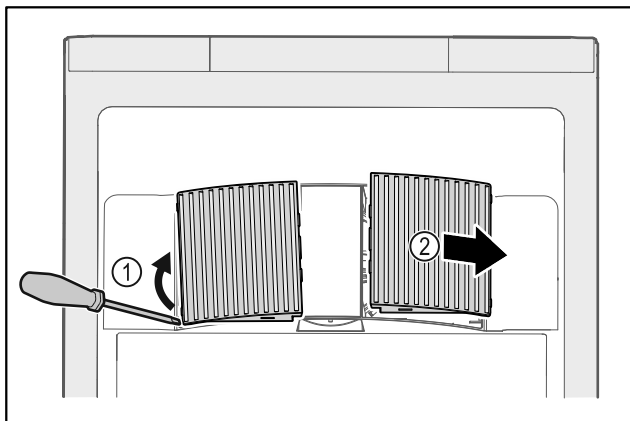

Fig. 105
- ▶ Lirk ut ventilatordekslene fra siden Fig. 105 (1), og ta dem ut forover Fig. 105 (2).